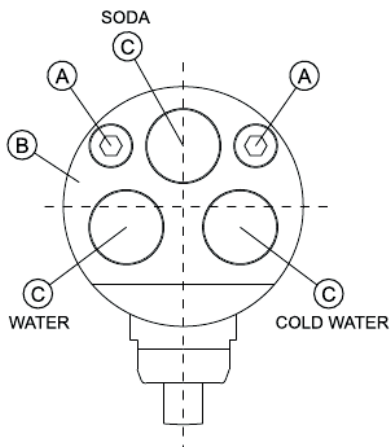

FIGURA 2
- utilizzando una chiave a brugola da 4 mm, svitare completamente ed estrarre le due viti A di figura 2 presenti sulla parte superiore della colonna;
- sollevare ed asportare la flangia di chiusura B e successivamente i pulsanti C di figura 2;